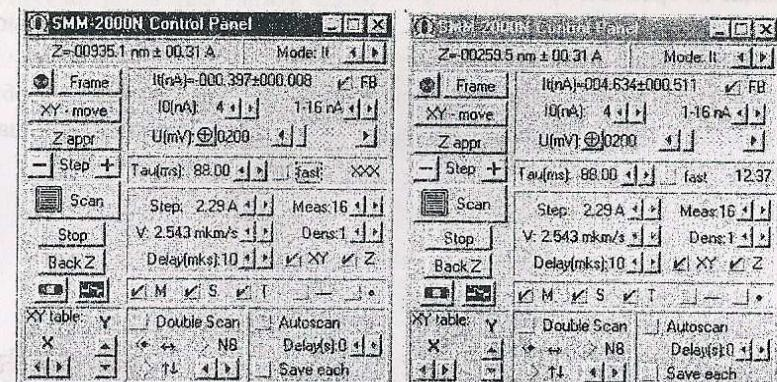

Рис.5. Контрольная панель микроскопа в режиме СТМ – до подвода (слева) и после подвода (справа)
- включите микроскоп иконкой «Z» или через «Scan» – «SMM-2000N Control Panel» (рис. 5);
- если микроскоп перед установкой столика был выключен, необходимо его включить иконкой «Z» или через «Scan» – «SMM-2000N Control Panel». На дисплее возникнет контрольная панель микроскопа СММ-2000 (рис.5);